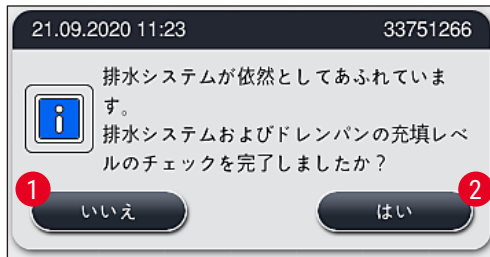

図 126
- 5 分後、さらにクリーニングを行ったのに、まだ詰まりがある場合は、メッセージ (→「図 126」) が表示され、まだ水位が高すぎるということがユーザーに通知されます。「いいえ」 (→「図 126-1」) を押し、待機時間をさらに 5 分間延長し、さらにクリーニングを試みることができます。この 2 度目の時間でさらなるクリーニングを行ってうまくいくと、1 の項で記載したように状況は解決済みとなります。クリーニング対策のために追加時間が必要な場合は、再び「いいえ」 (→「図 126-1」) を押します。この時間は複数回繰り返すことができます。あらゆるクリーニングを試みたにもかかわらず、詰まりが取り除けなかった場合は、「はい」 (→「図 126-2」) を押し、意図的な中止プロセスが開始します。次の 3 と 4 の項を参照してください。